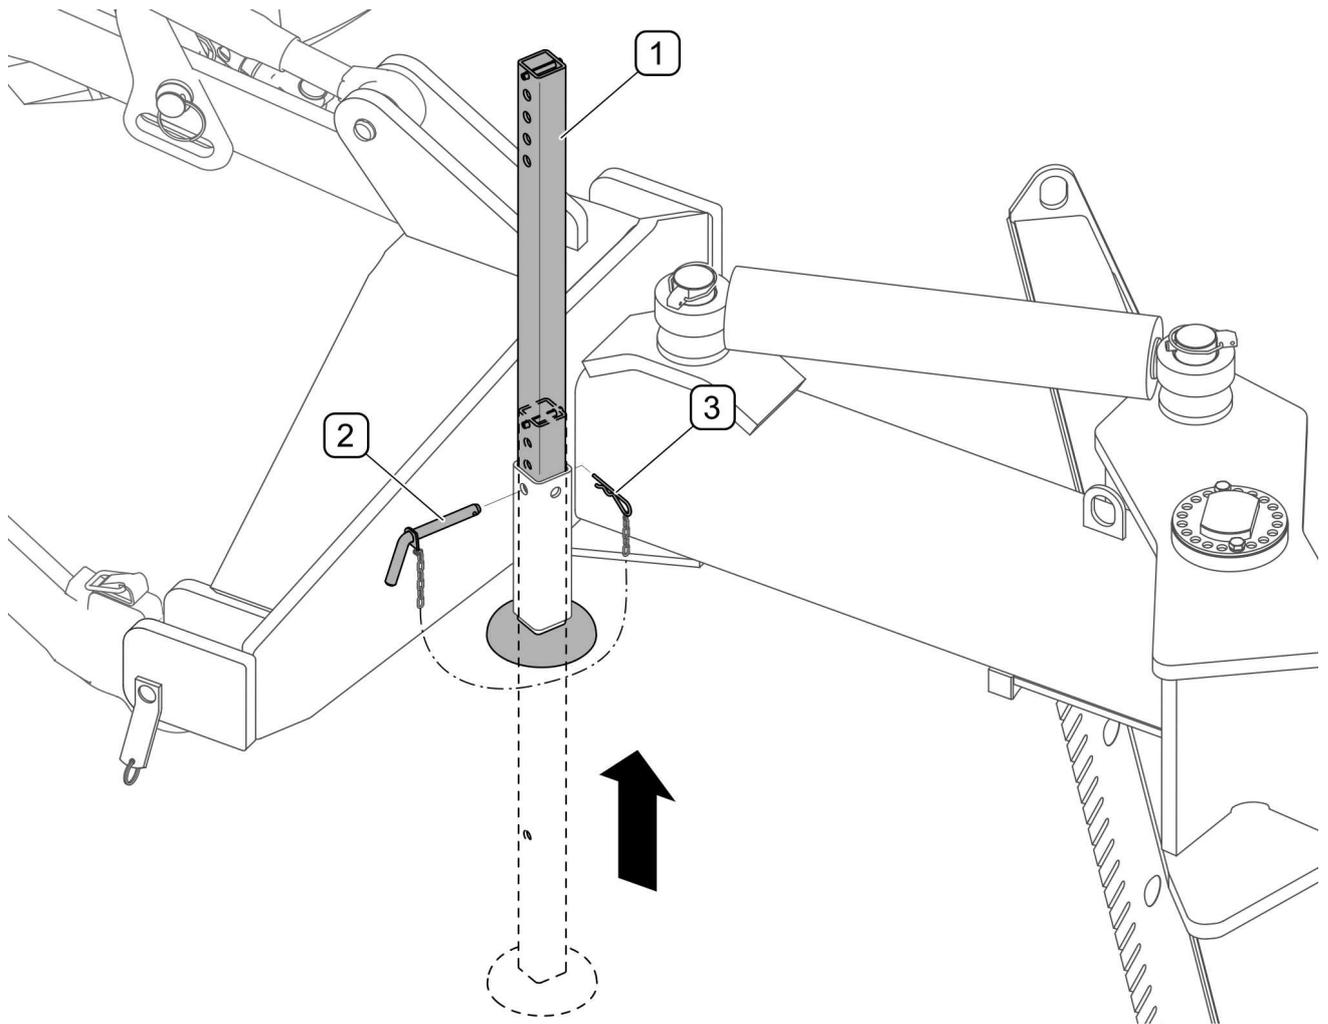

ABBILDUNG 4.2 Stützfuß
- Mit dem Schlepper rückwärts heranzufahren, sodass sich die Unterlenker der Dreipunktaufhängung in unmittelbarer Nähe zu den Befestigungspunkten (A) im Rahmen des Planierschilds.
- Mithilfe des Bolzens (1) die unteren Befestigungspunkte (A) mit den Unterlenkern des Schleppers verbinden und mithilfe der Splinte (2) sichern.
- Den Oberlenker (B) des Schleppers mit dem oberen Befestigungspunkt (B) verbinden und sichern.
- Die Schnellkupplungen (3) der Hydraulikleitungen an die externe Hydraulik des Schleppers anschließen.
- Den Standfuß anheben und mit dem Stift und Splint sichern (ABBILDUNG 4.2).